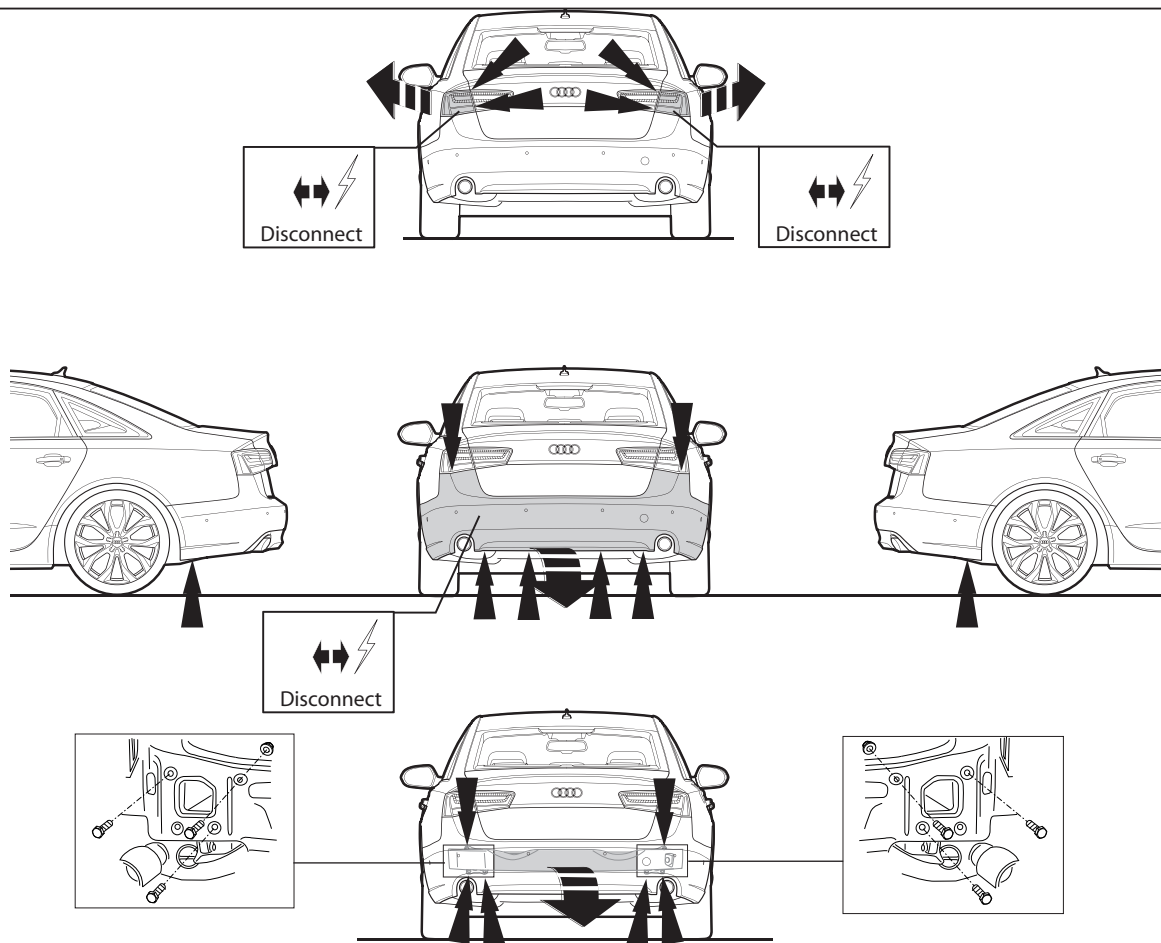

Fig. 1
1. Снять оба блока задних фар. Снять бампер вместе со стальным буферным брусом автомобиля; буферный брус больше не понадобится. См. рисунок 1/1a.